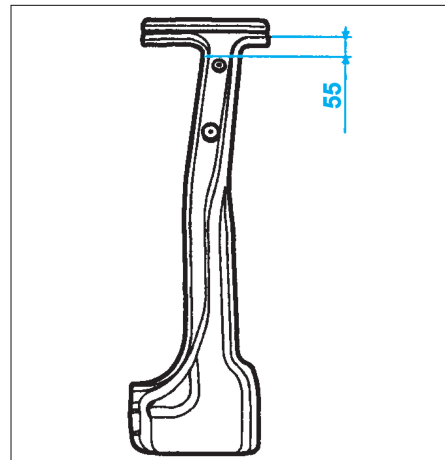

FIG. 62
- Tracer puis découper à l'aide d'une meule épaisseur 1 mm (coupe définitive) (Fig.62).